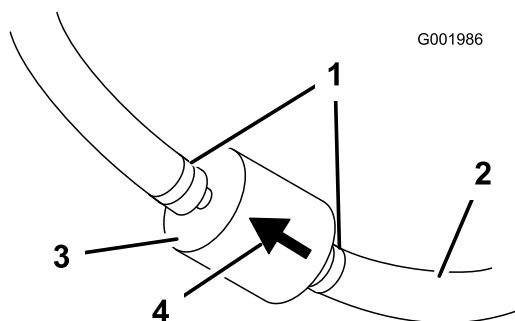

Figure 43
5. Pincez les extrémités des colliers et éloignez les colliers du filtre (Figure 43).